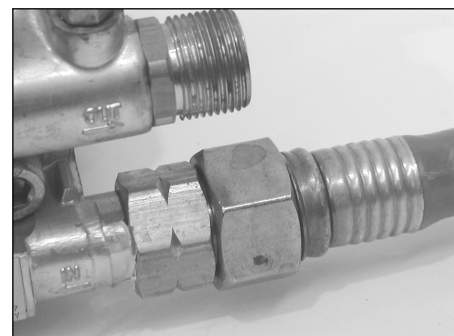

Figura 6 - Asegure la manguera de jardín
7. Asegure la manguera de jardín (no se incluye) a la conexión de entrada de la bomba. Vea la Figura 6.